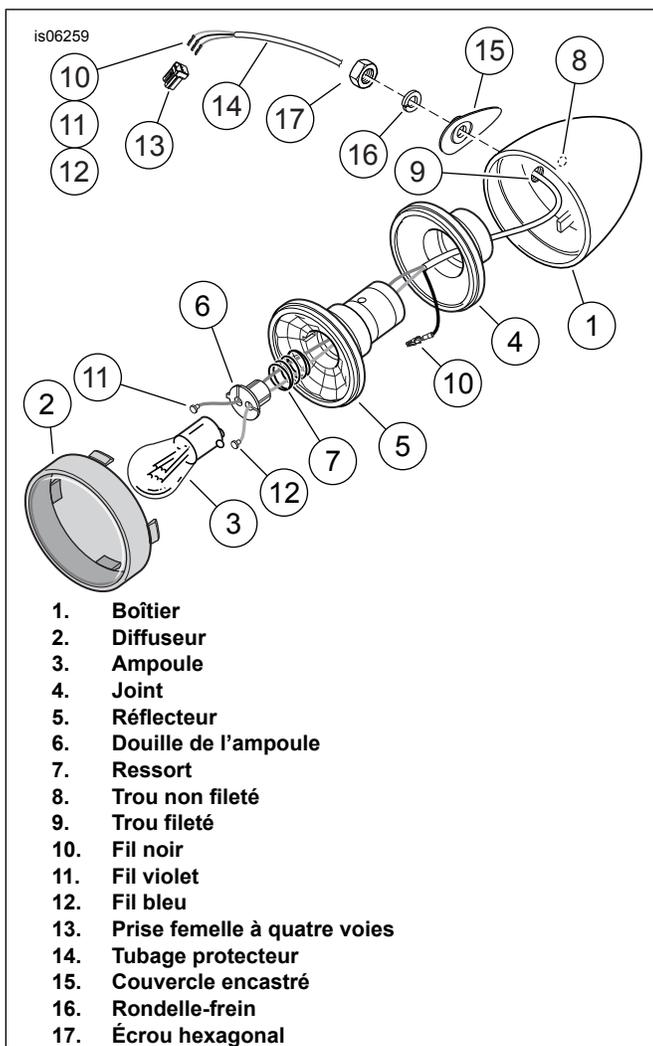

Figure 1. Feu arrière/de stop/de direction
11. Voir Figure 1. Retirer les fils noir (10), violet (11) et bleu (12) et les bornes femelles des prises femelles STT (13). Mettre de côté les feux STT et les prises femelles pour leur installation ultérieure.